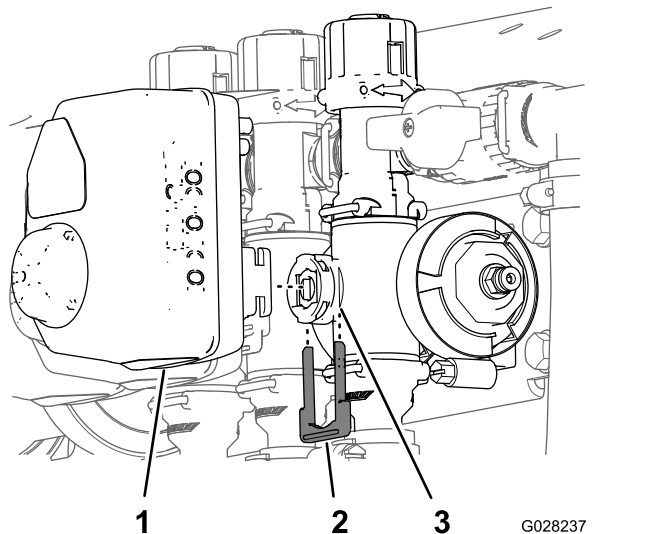

図 133
3. アクチュエータを散布量制御用、攪拌、マスターブーム、または個別ブームバルブ用のマニホールドバルブに固定しているリテーナを外す 図 133。